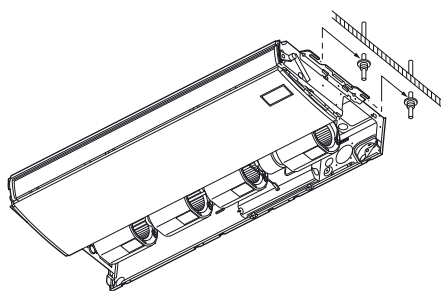

Abb. 3-14
b) Die Inneneinheit anheben und an den Einschnitten auf den Unterlegscheiben aufsetzen, damit die Inneneinheit in dieser Position fixiert werden kann. (Abb. 3-14)